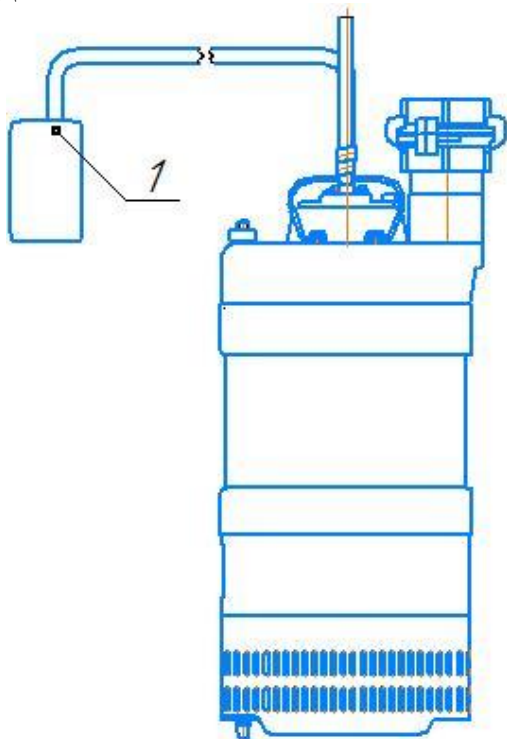

Рис.1
4.6. АВТОМАТИЧЕСКИЙ ВЫКЛЮЧАТЕЛЬ (приобретается отдельно)(рис.1 поз.1).